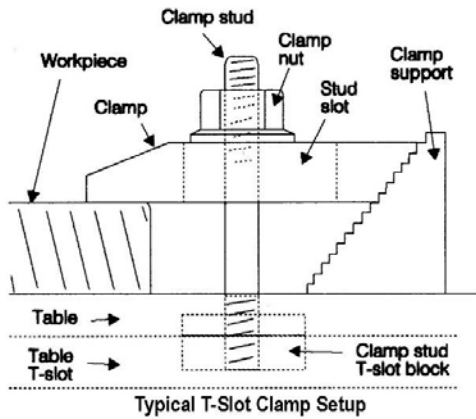

Рис. 17
7. Установите заготовку или тиски на стол. Зафиксируйте заготовку, используя Т-образные прихваты, винты и блоки (Рис.17).